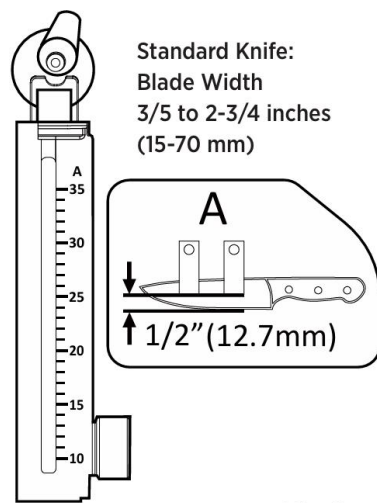

Fig. 6
1. **Cuchillo estándar:** Las cuchillas con un ancho de 3/5 a 2-3/4 pulgadas (15-70 mm) se refieren a la posición de montaje **A**, como se indica en la etiqueta de la base. El rango del ángulo de afilado es de 10°-35°(ver Fig. 6).